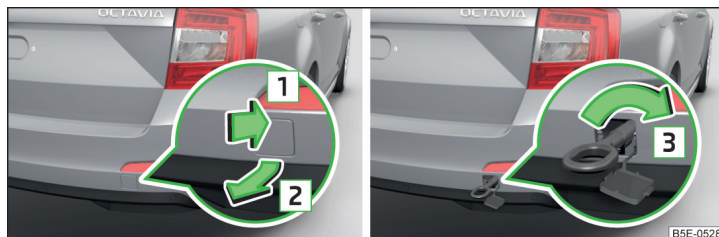
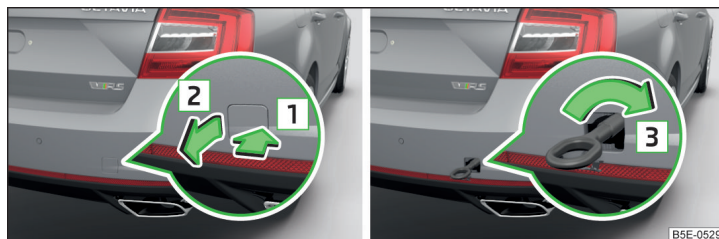

Fig. 228 Démontage du capuchon/montage de l'œillet de remorquage - variante 1
Fig. 229 Démontage du capuchon/montage de l'œillet de remorquage - variante 2
- Appuyez sur le couvercle dans le sens de la flèche 1 » fig. 228 ou » fig. 229
➤ Vissez l'œillet de remorquage manuellement à fond dans le sens de la flèche **3** » fig. 228 ou » fig. 229 jusqu'en butée » **!**.